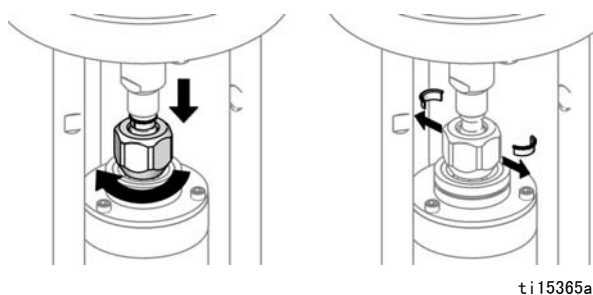

图 8. 卸下联接环。
4. 放下联接螺母 (7) 并卸下联接环 (5)。参见图 8。
5. 向上推发动机轴。卸下联接螺母 (7)。
6. 使用套筒卸下活塞柱螺母 (4)。
8. 抬起气动发动机，以将其卸下。活塞柱 (3) 将保持连接。
9. 使用活塞柱 (3) 平板上的套筒，从气动发动机的底盖将其卸下。